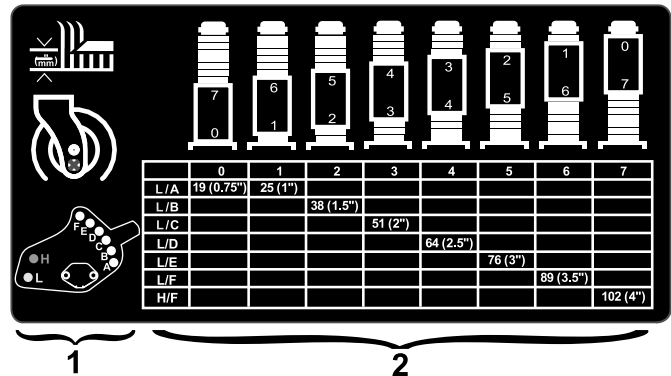

Рисунок 19
2. Наиболее распространенные настройки высоты скашивания см. на наклейке с таблицей по настройкам высоты скашивания (см. рис. Рисунок 19).
4. Установите болты в места, обозначенные на Рисунок 19, чтобы получить требуемую высоту скашивания; затяните гайки с моментом 60 Н·м.
5. Для регулировки положения вилки поворотного колеса снимите колпачковые гайки регулировки высоты скашивания с валов передних поворотных колес и отрегулируйте количество проставок на каждой стороне ступицы вала поворотного колеса (см. рис. Рисунок 19).